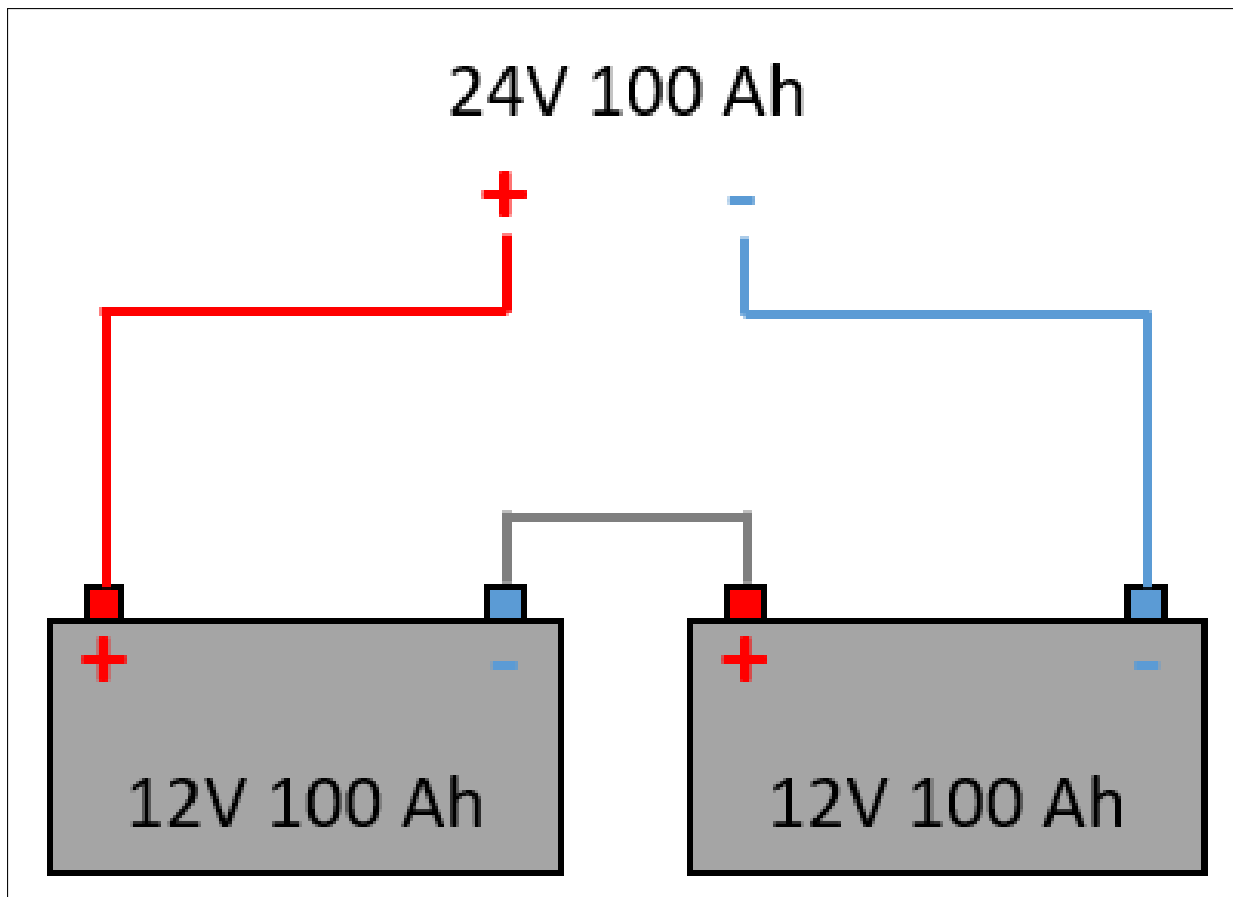

FIG. 4.1 : Association de batteries en série
- Si des batteries identiques sont montées en série alors leurs tension s'additionnent et la capacité en Ah reste inchangée. La figure 4.1 en est un illustration.